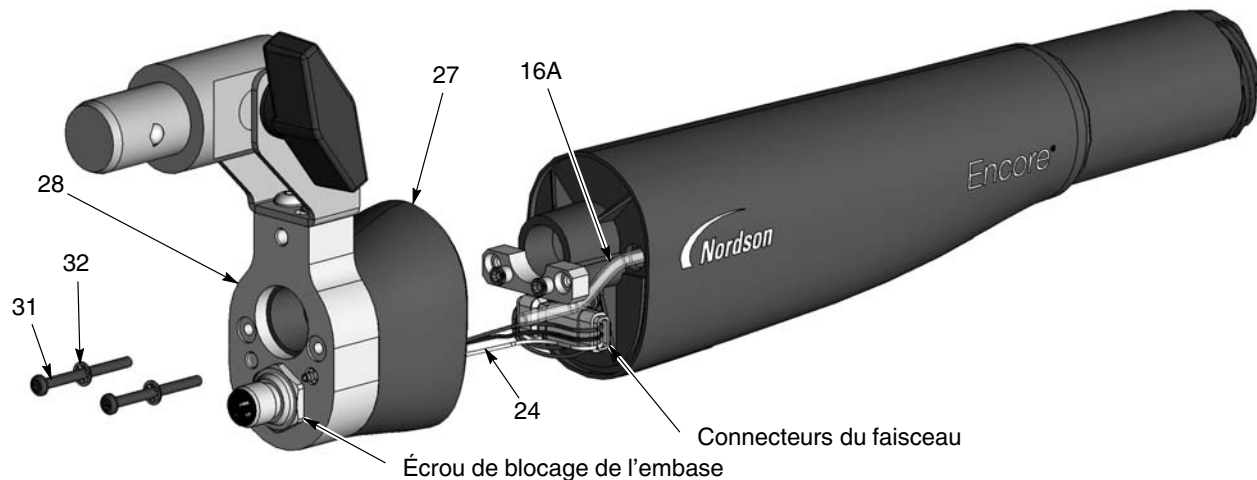

Figure 7-2 Démontage du pistolet – Remplacement du tube à poudre
3. Voir la figure 7-2. Dévisser et retirer les deux vis à six pans creux (31) et les rondelles freins à denture interne (32) du capuchon terminal (28).
- c. Voir la figure 7-2. Dévisser l'écrou de blocage de la prise, puis retirer la prise et le faisceau du capuchon terminal.
17. Voir la figure 7-2. Monter le capuchon terminal et l'arrière du corps du pistolet sur le corps du pistolet en veillant à ne pas écraser les fils du faisceau.